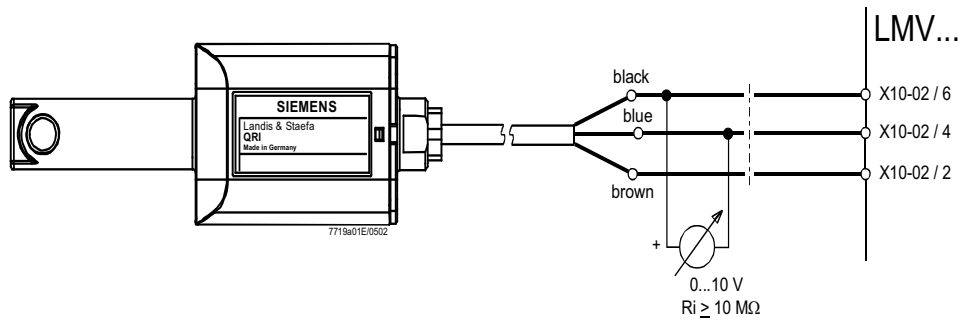

Рис. 16 - Детектирование с фотоэлементом QRI..
- Проверить фотозлемент контроля пламени, почистить, подправить, а при необходимости - заменить (на стр. 37). В случае возникновения сомнений, проверить контур улавливания пламени, после запуска горелки, следуя схемам на Рис. 16.